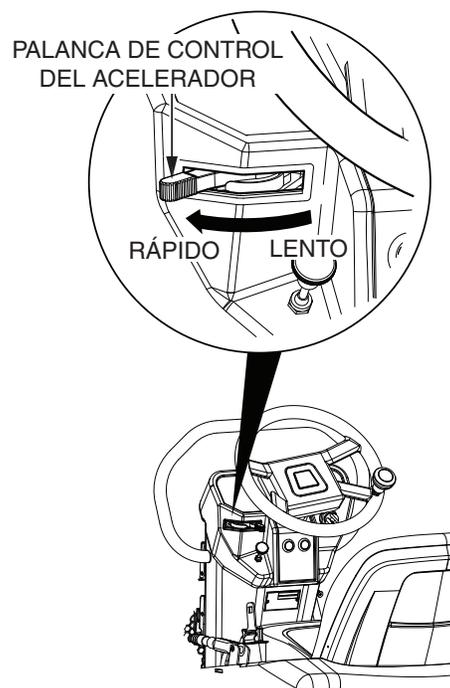

Figura 20. Control del acelerador
6. Deslice el control del acelerador (Figura 20) completamente a la izquierda para alcanzar el máximo de rpm.